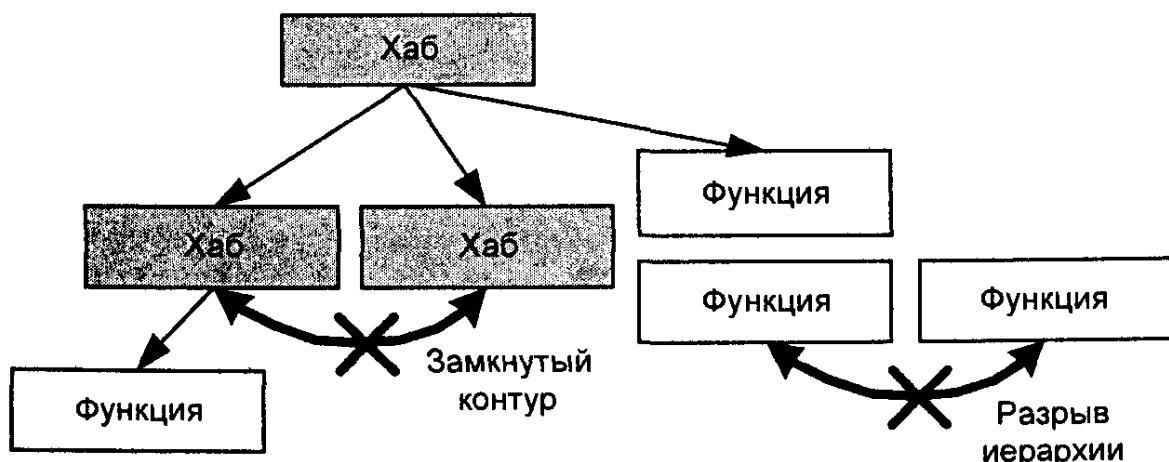

Рис. 2.1. Возможные ошибки соединения USB-устройств
□ предотвращение ошибки соединения разъемов (рис. 2.1):